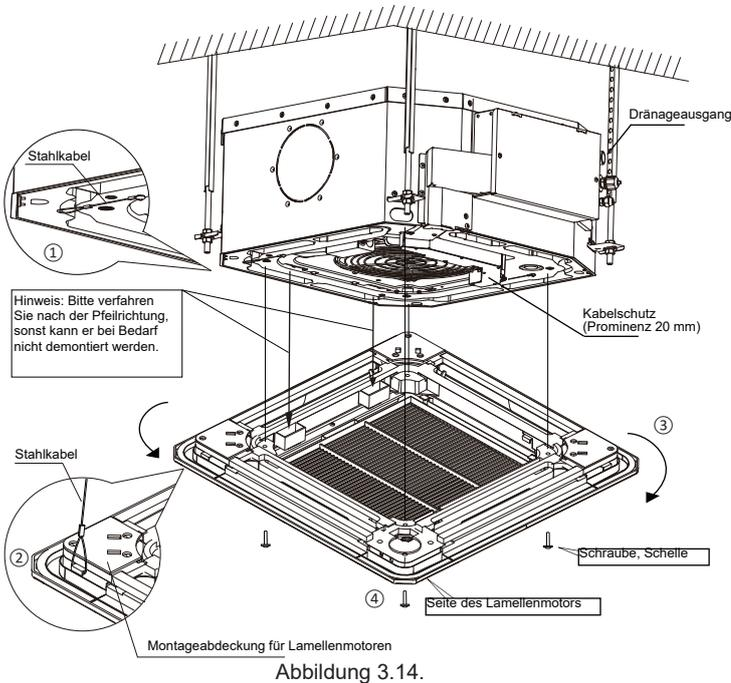

Abbildung 3.14.
- (1) Richten Sie die Platte mit dem Gehäuse des Geräts in der durch den Pfeil angegebenen Richtung aus (siehe Abb. 3.14).
- (2) Befestigen Sie bei der Montage die beiden festen Stahlseile am Gerätekörper an den Haken der Montageabdeckung (siehe Abb. 3.14, ① und ②).
- (3) Schließen Sie die Kabel des Schwingungsmotors auf dem Display des Empfängerpanels an die entsprechenden Anschlüsse am Gerätekörper an.
- (4) Montieren und sichern Sie die Schalttafel am Gerätekörper mit Schrauben (M5X20) und Unterlegscheiben (siehe Abb. 3.14 ④). Bitte beachten Sie, dass die Montageabdeckung des Rotationsmotors in die entsprechende Ablaufwanne eingesetzt werden muss.
- (5) Ziehen Sie die vier Hakenschrauben der Paneele an, um das Panel auf gleicher Höhe zu halten und heben Sie es gleichmäßig an die Decke.
- (6) Stellen Sie das Bedienfeld leicht in die durch den Pfeil angegebene Richtung ein (siehe Abb. 3.14, ③) so dass die Mitte der Platte mit der Mitte der Dachöffnung ausgerichtet ist. Überprüfen Sie, ob die Haken in allen vier Ecken richtig positioniert sind.